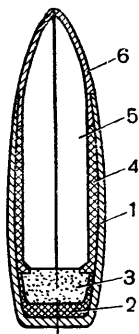

Рис. 50. Бронебойно-зажигательная пуля:
39. Бронебойно-зажигательная пуля (рис. 50) предназначается для зажигания горючего и для поражения целей, находящихся за легкими броневыми прикрытиями на дальностях до 300 м.